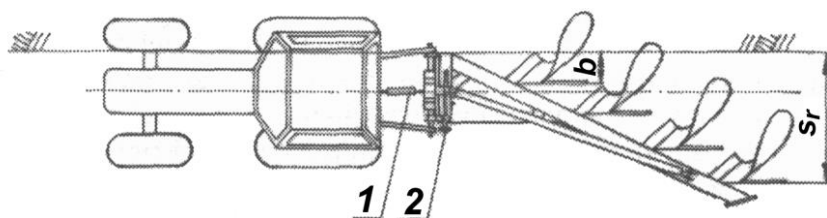

Рисунок 4. Начальная регулировка плуга
- проверить начальное продольное выравнивание плуга (рис. 4), если требуется отрегулировать верхний соединитель (1) и установить ширину работы первого корпуса (b) при помощи винта поперечного регулирования (2),